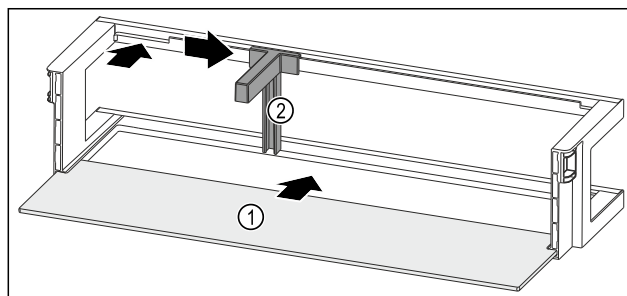

Fig. 165 Riiuliga ukseriulid
- Lükake riiul Fig. 165 (1) külgmistesse väljalõigetesse.
- Pange pudeliholdik Fig. 165 (2) väljalõikesse.
- Lükake pudeliholdikut Fig. 165 (2) soovitud positsioonini küljele.